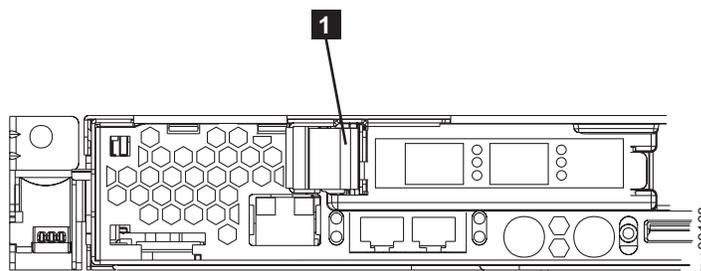

図 180. SAN ポリウム・コントローラー 2145-8F2 または SAN ポリウム・コントローラー 2145-8F4 PCI スロット 1 カード・リテーナー
- a. 図 180 に示すように、青色の PCI カード・リテーナー **1** をノードの背面から引き出します。